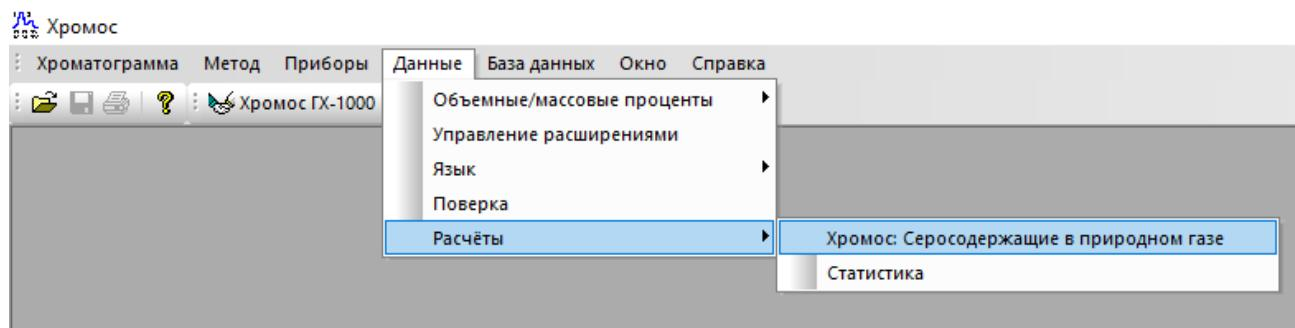

Рис. 2. Запуск дополнения в ПО «Хромос»
3. В меню *Данные* выберите **Расчёты > Хромос: Серосодержащие в природном газе**. Откроется окно программы (Рис. 2).